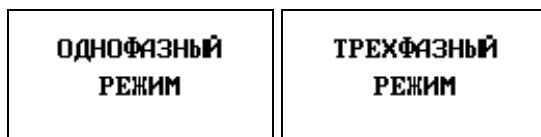

Рисунок 5
6.2.9 После включения ВАФ начинает работу в однофазном режиме. Переключение между режимами осуществляется кратковременным нажатием клавиши . Всего реализовано 3 режима работы ВАФ: однофазный, трехфазный и режим «Прозвонка» (рисунок 5, 6).